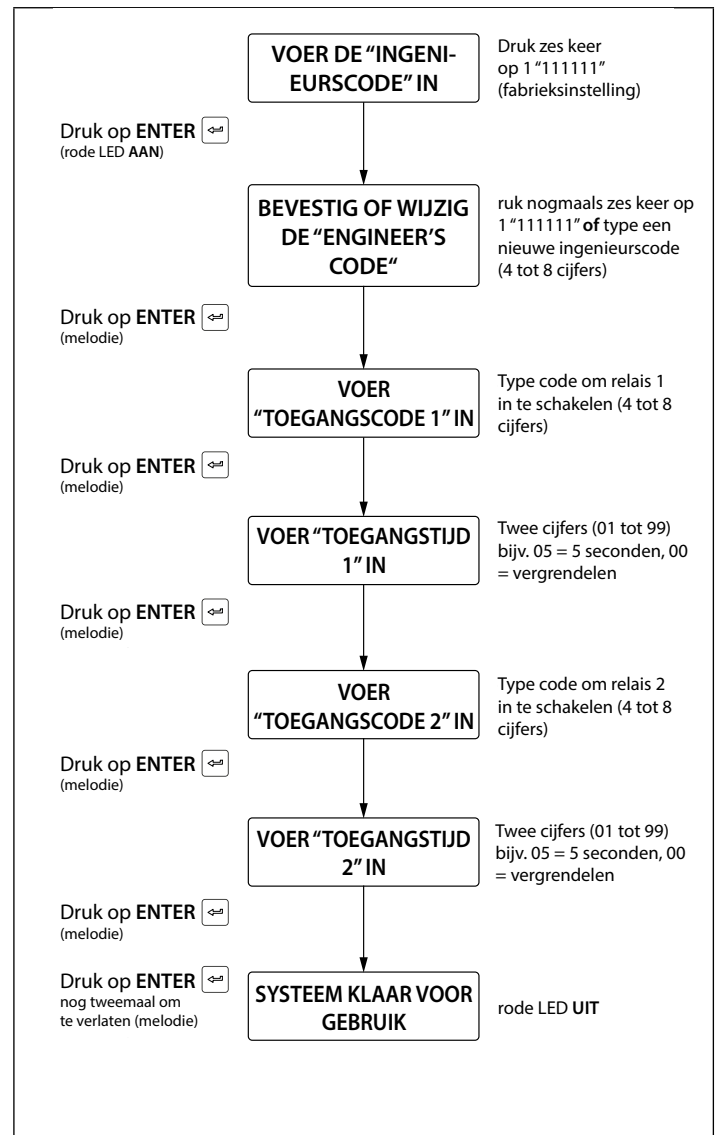

Fig. 11
2. Onderbreek de klemmen - en **SW2**, zie **Fig.11**, pagina 18.
1. Koppel eerst de stroom van het **Art.4903** toetsenbord los, onderbreek vervolgens de klemmen - en **SW2** (**Fig.11**, pagina 18).
2. Onderbreek de klemmen - en **SW2**, zie **Fig.11**.